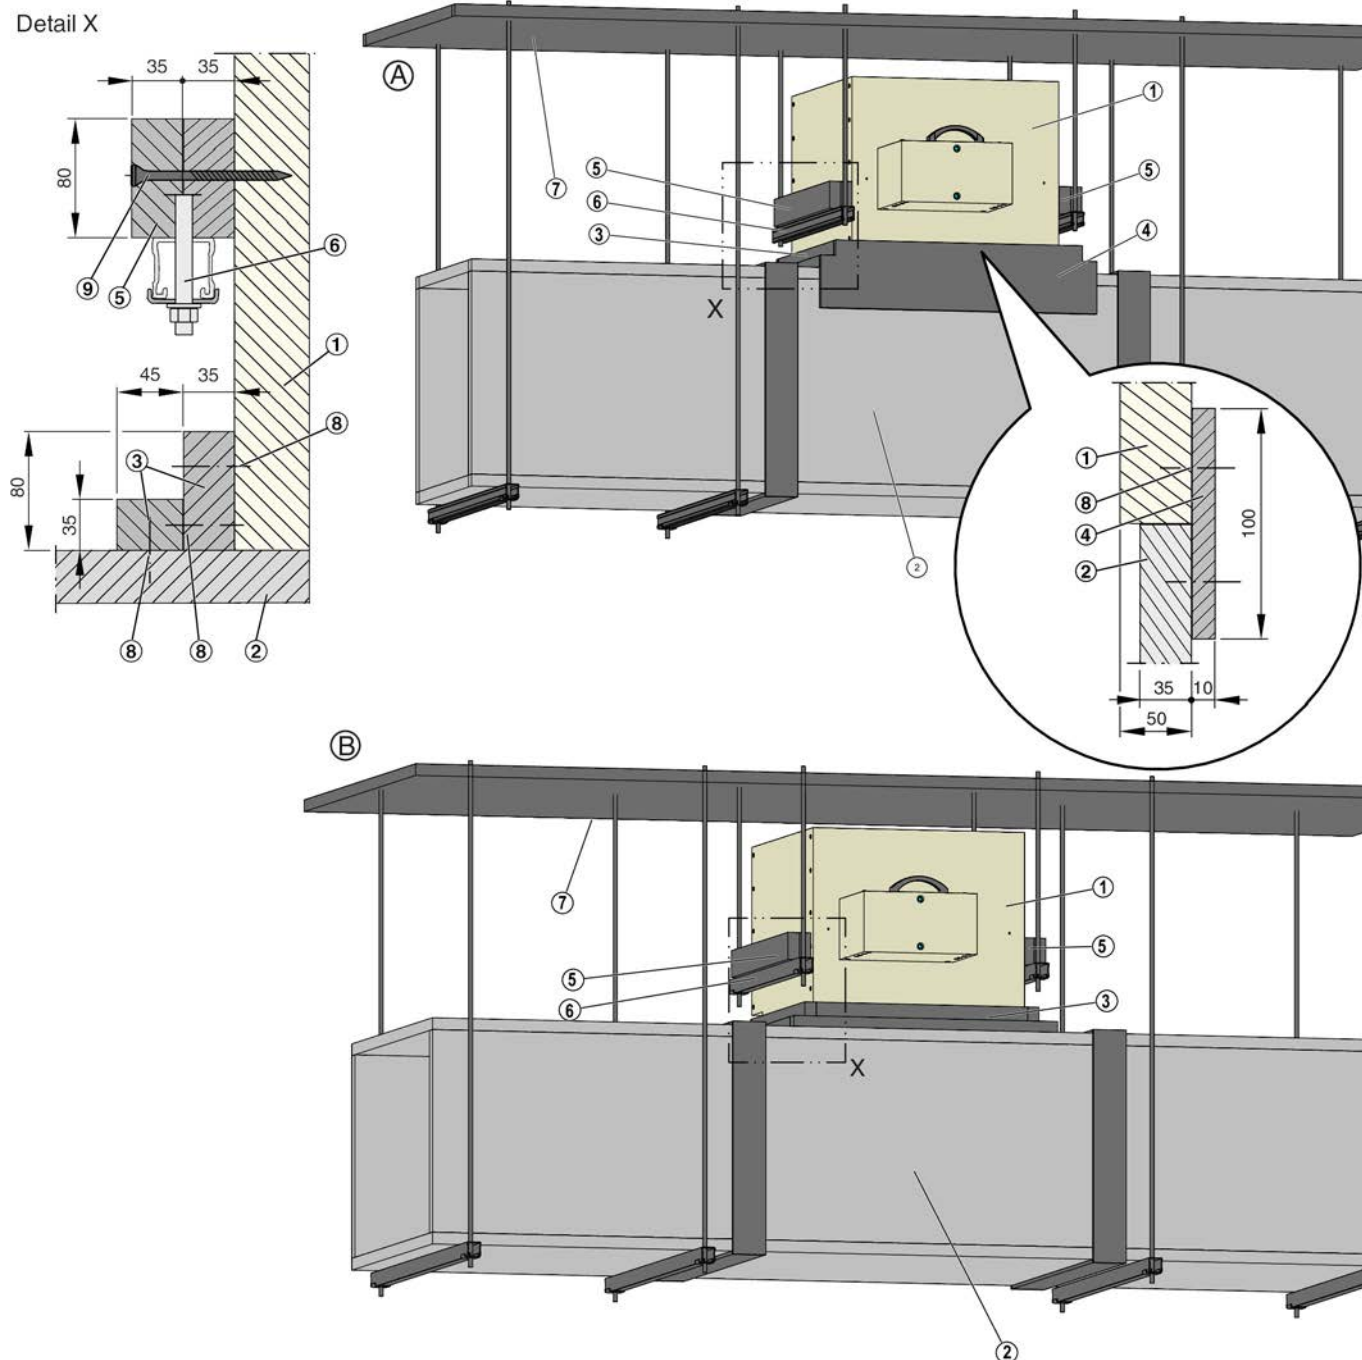

Fig. 22: Installazione su condotti di evacuazione dei fumi orizzontali resistenti al fuoco, indice di classificazione: hod
1. ▶ Fissare il bordo di rinforzo ( Fig. 22 /5) alla serranda antifumo da entrambi i lati con viti autofilettanti; (fori prefornati con  $\varnothing 3 \text{ mm}$ ),  $\leq 100 \text{ mm}$  distanza tra le viti, utilizzare almeno 2 viti.
4. ▶ Collegare il condotto di evacuazione dei fumi resistente al fuoco alla serranda antifumo, posizionando un profilo angolare ( Fig. 22 /3) tra il condotto e la serranda. Applicare la colla ai profili angolari in corrispondenza delle giunzioni, del condotto di estrazione dei fumi e della serranda antifumo, quindi collegare i profili con graffe in acciaio, distanza  $\leq 150 \text{ mm}$ .